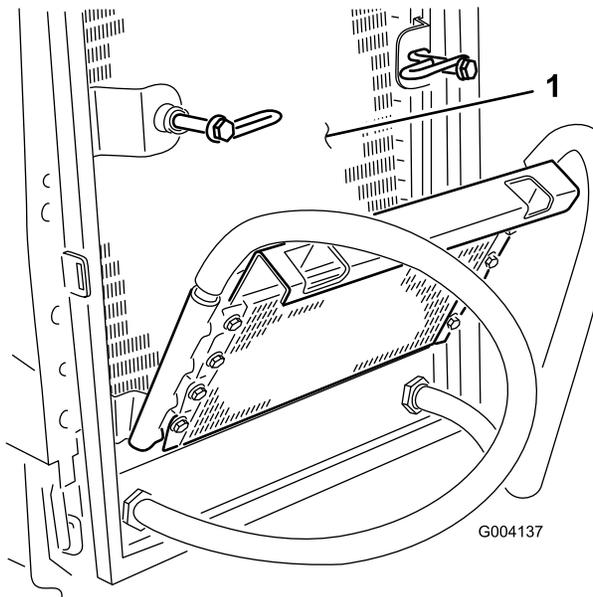

Рисунок 64
6. Тщательно очистите обе стороны маслоохладителя и радиатора (Рисунок 64) сжатым воздухом.